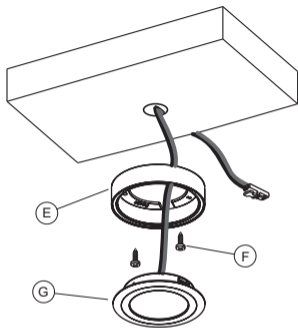

Fig 6
- Secure the plastic bracket (E) to the installation surface with the included screws (F); insert the light (G) into the plastic support, applying light pressure until it is completely fitted as illustrated in figure 6.
- Die Kunststoffhalterung (E) mit den im Lieferumfang enthaltenen Schrauben (F) an der Montagefläche fixieren. Den Strahler (G) in die Kunststoffhalterung einsetzen, bis dieser komplett einrastet (siehe Abb. 6).